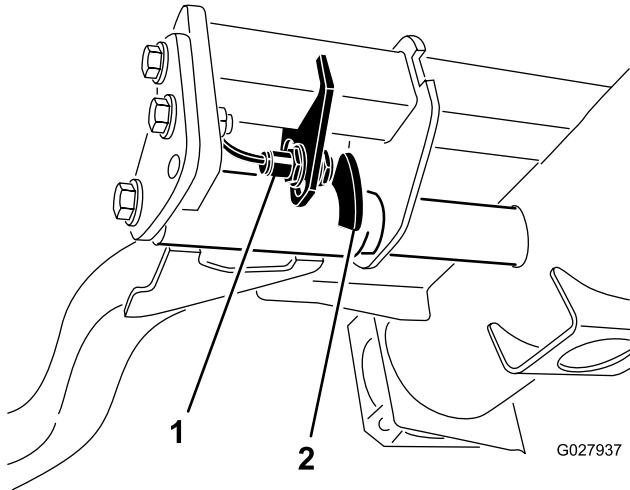

Figura 67
2. O interruptor do braço de elevação encontra-se por baixo do depósito hidráulico por trás do braço de elevação direito dianteiro (Figura 67).
3. Solte os parafusos de montagem do interruptor e desloque o interruptor para baixo para aumentar a altura de viragem do braço de elevação ou desloque o interruptor para cima para diminuir a altura de viragem do braço de elevação (Figura 67).